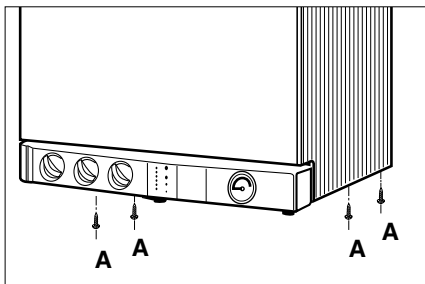

Fig. 9
- Dévisser les 4 vis "A" (Fig. 9) de fixation de l'habillage ;